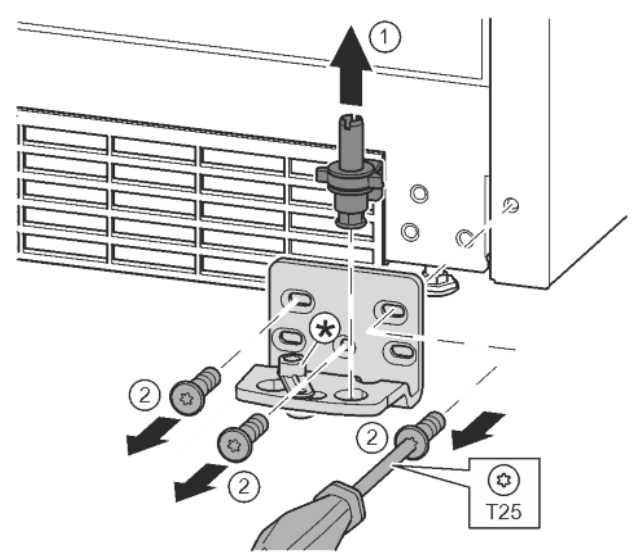

Fig. 11
- ▶ Lagerbolzen komplett nach oben herausziehen. Fig. 11 (1)
- ▶ Schrauben mit Schraubendreher T25 herausdrehen und Lagerbock abnehmen Fig. 11 (2)